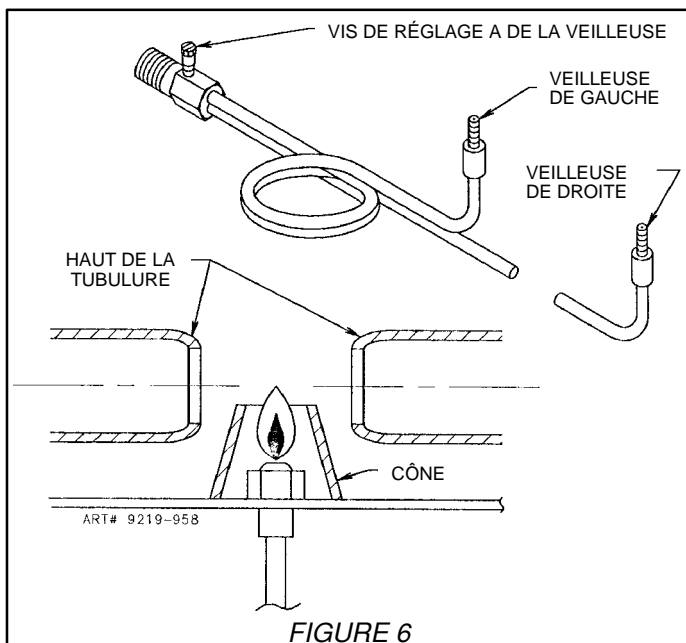

FIGURE 6
(Voir la figure 6)
Éliminer l'air des conduites de gaz en allumant un des brûleurs. L'éteindre, puis régler, à l'aide de la vis de réglage A (figure 6), la flamme de la veilleuse de façon à ce que le haut de la flamme arrive au niveau du haut de la tubulure. Pour allumer le brûleur, pousser sur le bouton de commande correspondant et le mettre sur la position d'allumage. **REMARQUE :** Certains modèles ont UN SEUL réglage de la veilleuse au niveau de la conduite de la rampe.
- Modèles avec veilleuses : Régler les veilleuses des brûleurs. (Voir la figure 6.) Tourner le sélecteur du thermostat sur la position LP (GPL).
- Modèles avec veilleuses : Régler les veilleuses des brûleurs de la surface de cuisson (voir la figure 6). Tourner le sélecteur du thermostat sur la position Nat. (gaz naturel).